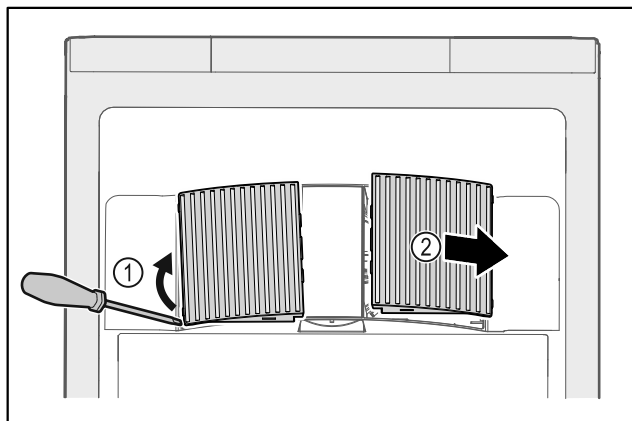

Fig. 47
- ▶ 从侧面小心撬开风机盖板 Fig. 47 (1) 并朝前取下 Fig. 47 (2)。